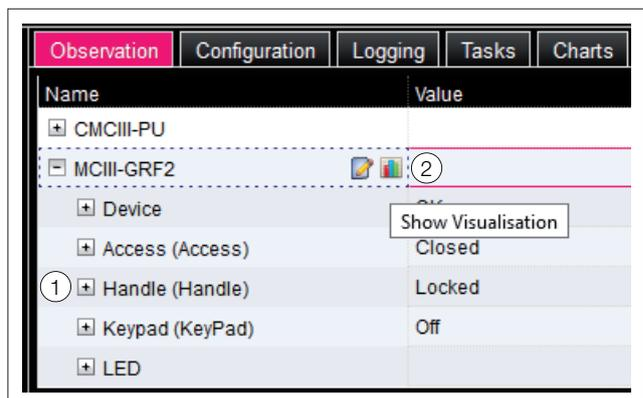

Abb. 14: Baumdarstellung
Wenn nach Anwahl der Ebene „CMCIII-GRF2“ die untergeordneten Einträge „Device“, „General“ usw. angezeigt werden (Abb. 14, Pos. 1), schalten Sie folgendermaßen auf die grafische Darstellung um:
- Klicken Sie auf das farbige „Grafik“-Symbol hinter dem Eintrag „CMCIII-GRF2“ in Form eines stilisierten Diagramms (Abb. 14, Pos. 2).
Die Anzeige wechselt in die Baumdarstellung (Abb. 14) und Sie können gezielt auf die einzelnen Einstellwerte zugreifen.